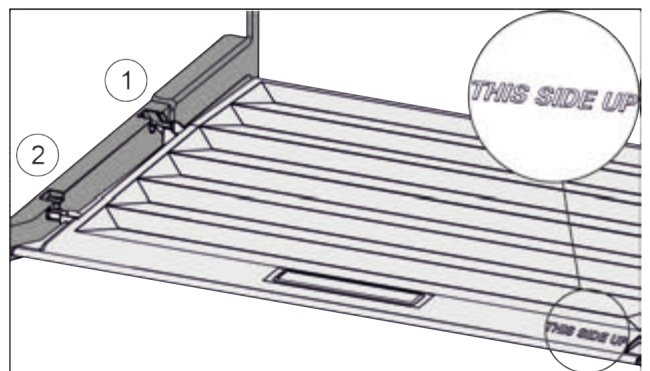

Fig. 102
- ▶ Вставити поперечні ребра через отвір заднього тримача *Fig. 102 (1)* і зафіксувати спереду у тримачі *Fig. 102 (2)*.